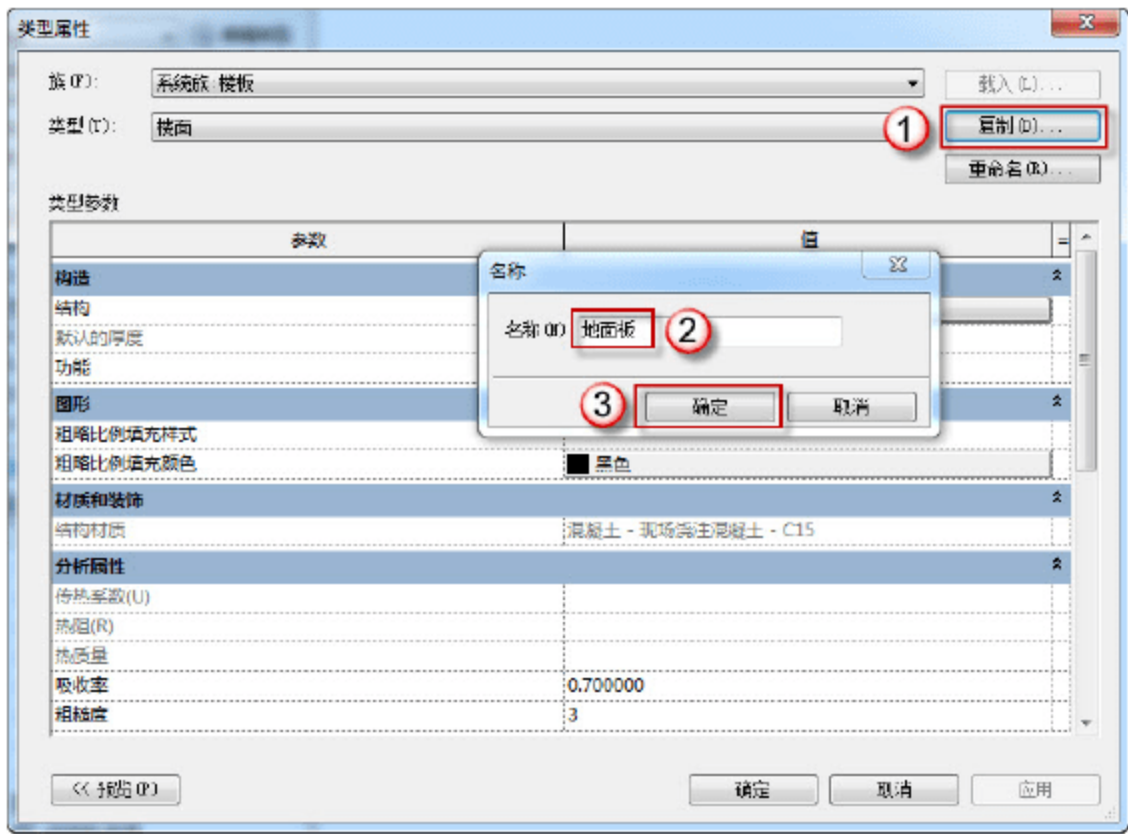
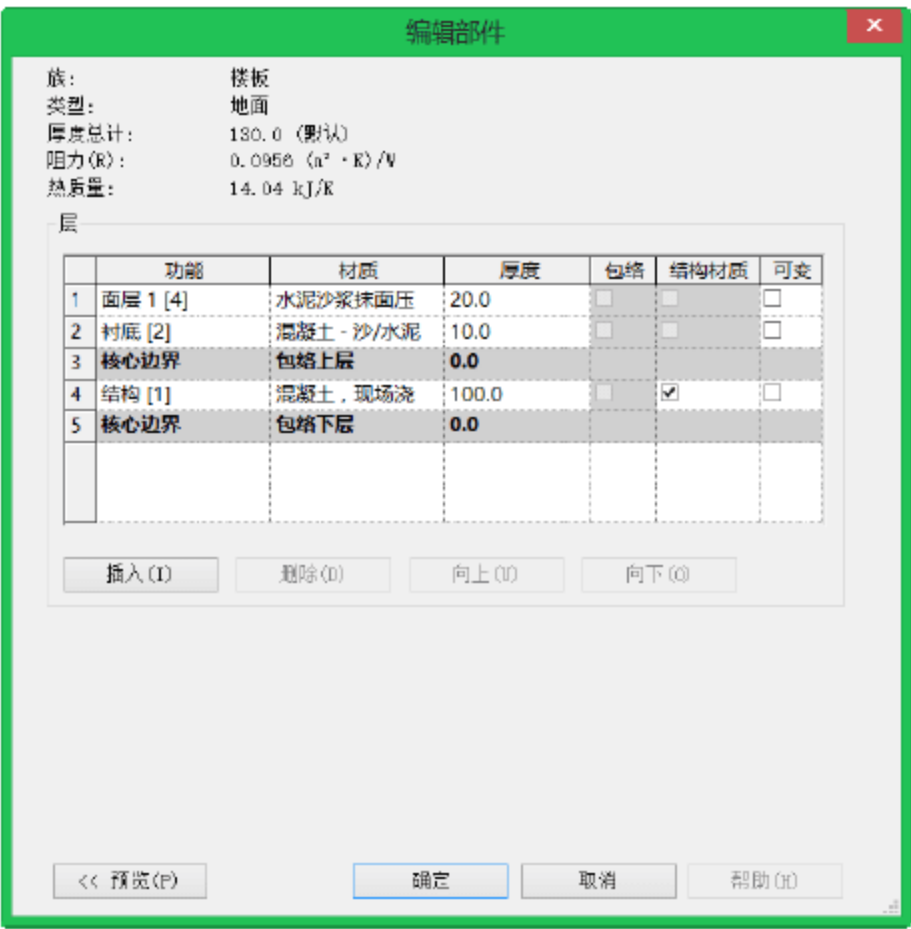

图 10.2.91 复制“地面板”族
图 10.2.92 地面板“编辑部件”对话框
(5) 设定“地面板”族类型。选择“建筑”→“楼板”→“建筑楼板”命令，单击“属性类型”按钮，进入“属性类型编辑”对话框，单击“复制”按钮，在弹出的对话框中将“名称”改为“地面板”，再单击“确定”按钮，如图 10.2.91 所示。在“属性类型编辑”对话框中，单击结构参数下的“编辑”按钮进入“编辑部件”对话框，如图 10.2.92 所示，然后按照墙体的族类型设定方法，对“楼面板 1”的“结构”参数进行编辑，“地面板”和